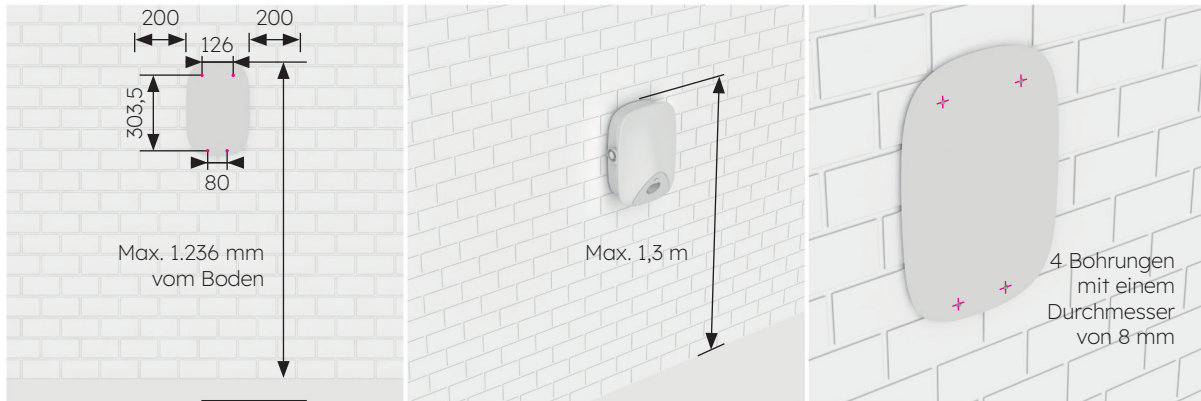

**Abb. 11 Einsetzen der SIM-Karte**
- 9 Setz nach Abschluss der Verkabelung die SIM-Karte ein, sofern diese benötigt wird (siehe Abb. 11).